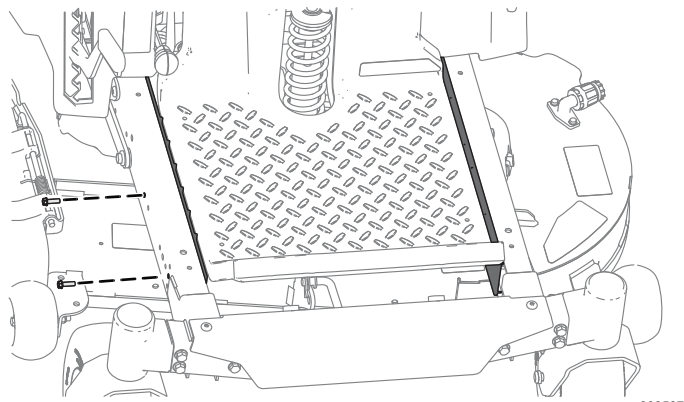

Figura 3
2. Uklonite štitnike sa obe strane rama (Figura 3).
2. Pričvrstite štitnike za ram pomoću zavrtneva uklonjenih u odeljku 2 **Uklanjanje štitnika** (Paginā 5) kao što je prikazano na Figura 3.